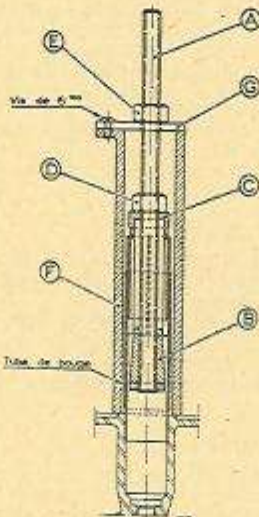

Fig. 4. — Extraction d'un tube de bougie.
- Introduire à l'intérieur du tube de bougie, et au-dessus du niveau de la culasse, la tige filetée (A) équipée du cône (B), de l'extracteur extensible (C) et des écrous (D) et (E) (figure 4).
- Serrer l'écrou (D), le cône (B) provoque l'extension de l'extracteur (C) qui devient solidaire du tube de bougie.
- Coliffer l'ensemble avec le fourreau (F) et faire pivoter la plaque (G) pour qu'elle recouvre le fourreau.
- Visser l'écrou (E), le tube de bougie s'extracte facilement.